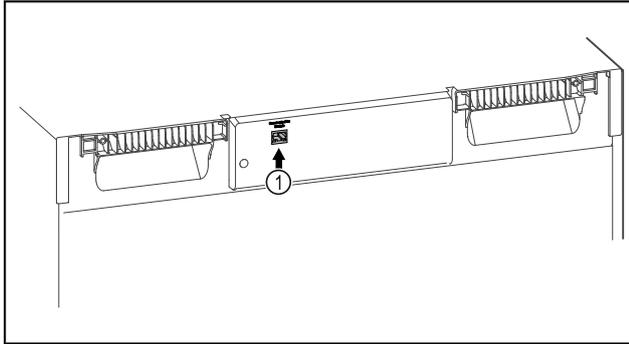

Fig. 78
- SmartModule Fig. 78 (1) ist eingesetzt.